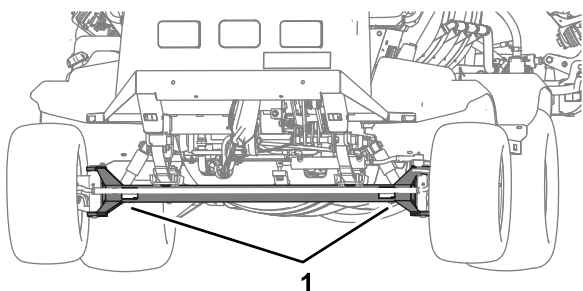
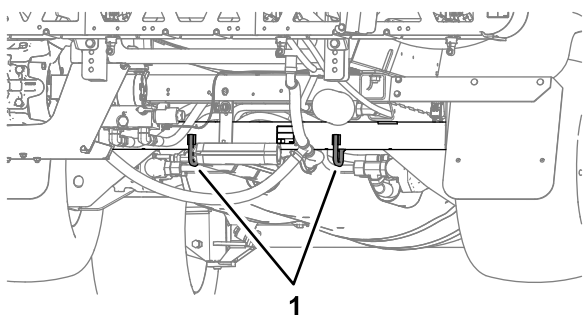

図 58
図 59
- 本機をトラックなどに載せて確実に固定する 図 58と 図 59に示すロープ掛けポイントを利用する。